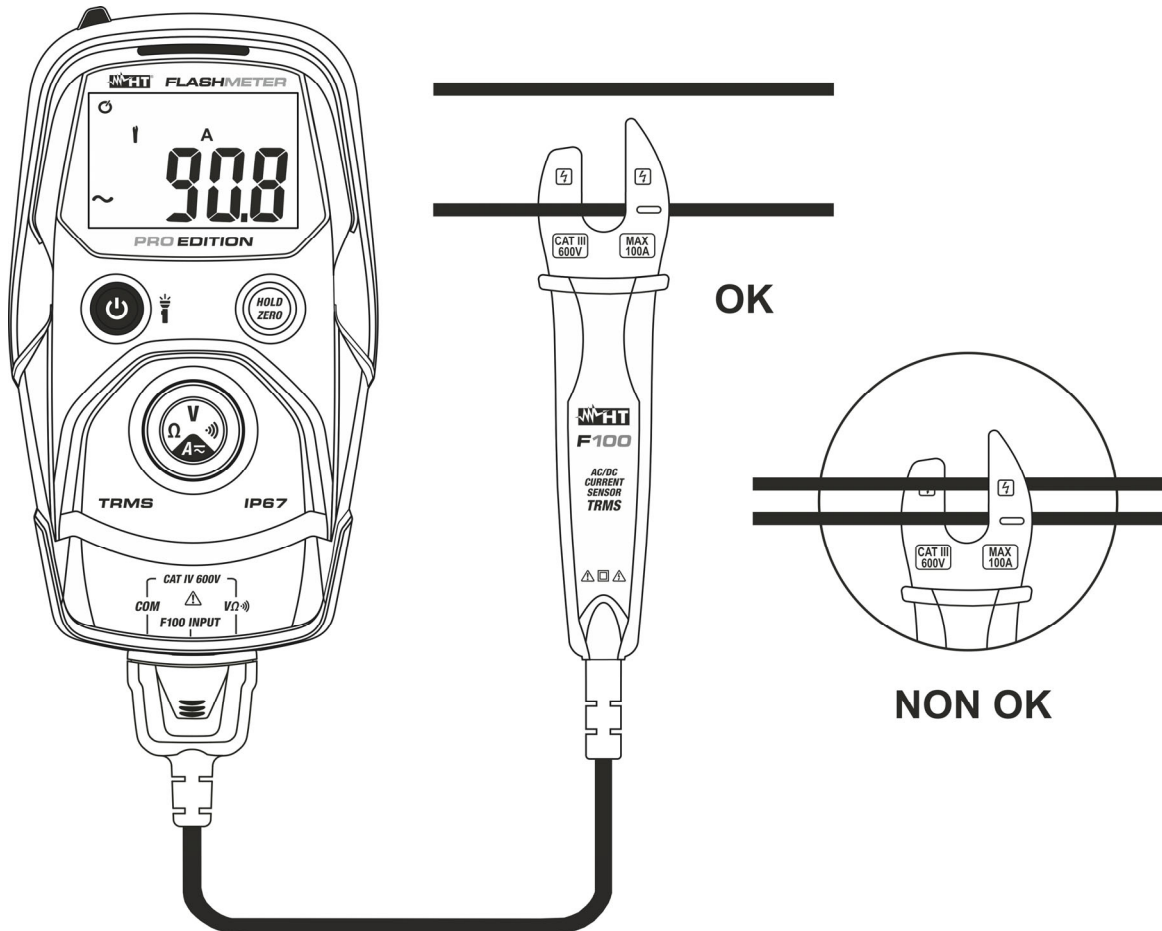

Fig. 7: Uso dello strumento per misura di Corrente AC/DC
4. Collegare la pinza F100 sul conduttore in prova (vedere Fig. 7) facendo attenzione al simbolo freccia " \rightarrow " presente all'interno del toroide ad indicare il verso positivo della corrente e posizionandolo al centro dello stesso al fine di ottenere un risultato di misura accurato. Il valore della corrente è visualizzato a display
5. La visualizzazione del simbolo "-" sul display dello strumento indica che la corrente ha verso opposto rispetto alla connessione di Fig. 7